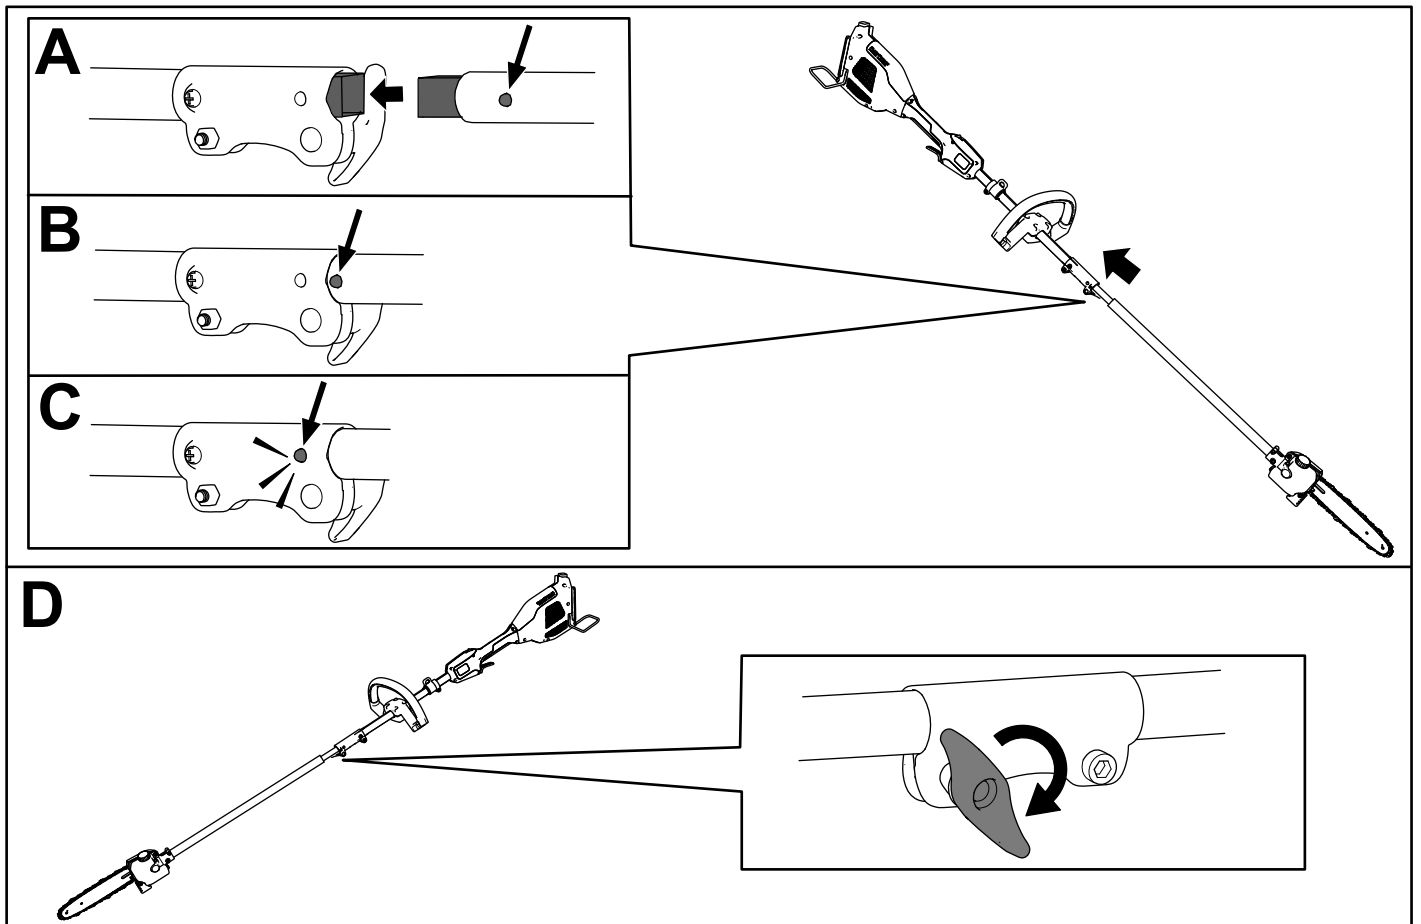

Figura 4
1. Instale el tubo cuadrado del accesorio en el tubo cuadrado de la unidad de potencia (Figura 4, A).
2. Alinee el botón de bloqueo de la barra inferior con el orificio ranurado de la barra superior, y junte las dos barras (Figura 4, B y C).
**Nota:** El botón de bloqueo encaja en el orificio ranurado al juntarse las barras (Figura 4, C).
3. Usando la maneta, apriete el tornillo del conector de la barra hasta que quede firme (Figura 4, D).